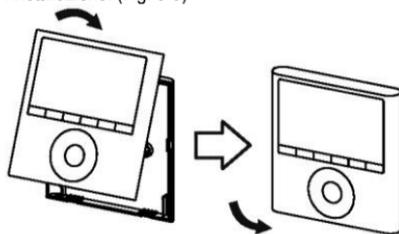

Fig. 3-9
- Dopo aver regolato la scatola superiore e averla fissata, evitare di bloccare il cablaggio durante l'installazione. (Fig. 3-9)